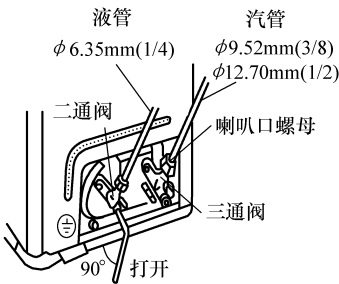

图 5-20 排出室内机和管路中的空气
5) 按照安装工艺要求进行排空。按图 5-20 所示方法排出室内机和管路中的空气, 其方法是:
① 用扳手取下室外机二通阀上的阀帽。
② 用扳手将连接于三通阀上粗管的喇叭口螺母松动 1/2 圈。
③ 用内六角扳手拧松二通阀阀芯 90°, 大约 10s 后, 关紧二通阀, 气体由粗管的喇叭口处排出。等到无气体排出时, 按照规定的扭矩将喇叭口螺母拧紧。
④ 用内六角扳手打开二通阀和三通阀。
⑤ 用规定扭矩拧紧二只阀门的阀帽。
⑥ 用肥皂水或检漏仪检漏, 如有泄漏则需拧紧二通阀、三通阀, 然后用系统外制冷剂气体进行重新排空。
⑦ 用海绵块蘸上肥皂水或用检漏仪, 检查室内、外机的各个接口及检修阀, 每处停留不得少于 3min。注意: 夏季应在停机状态下初检漏后, 应开机制冷降温后再转制热运行检漏, 冬季应在制热运行中检漏。
⑧ 安装完毕后通电, 用遥控器检查机器是否正常运转。